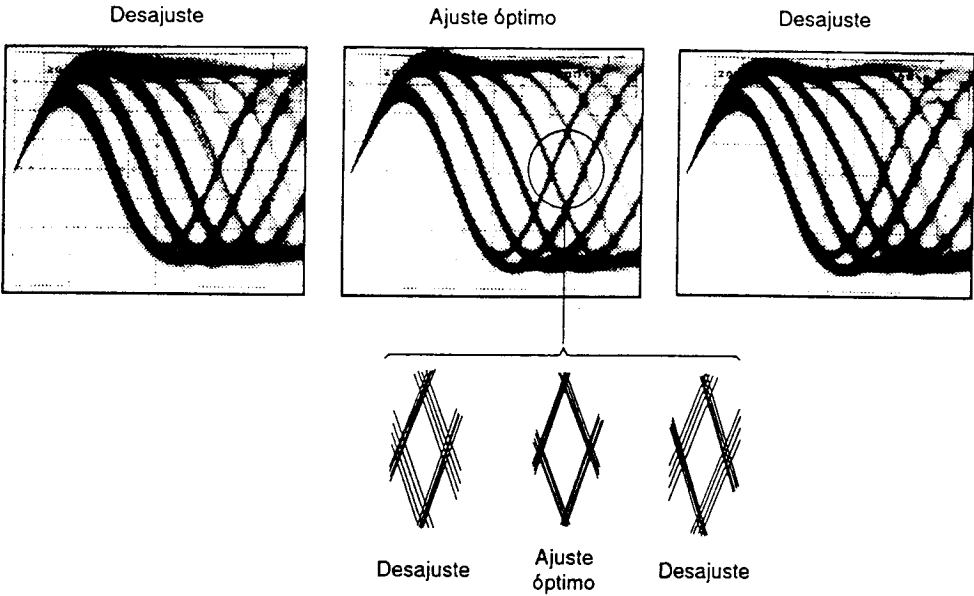

Figura 5 Patron optico
3. A continuación, gire el tornillo de ajuste de inclinación radial con un destornillador Phillips hasta que el patrón ocular (la forma de diamante del centro de la señal de RF) pueda verse con la mayor claridad (Figura 5).